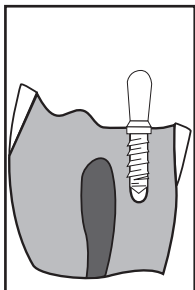

Figure 7
- Operare la presa di sostegno ad una velocit3 molto bassa, applicando una leggera pressione verso il basso. Perno a Vite MAX si allineer3 e si avvier3 nel canale preparato, spezzandosi nel momento in cui viene collocato in sede nel dispositivo di bloccaggio filettato (**Fig. 7**).